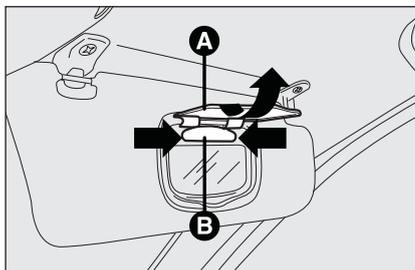

fig. 45
- abra el revestimiento de protección **A-fig. 45** del espejo;